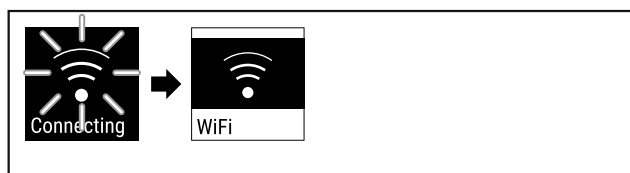

Fig. 85
- ▶ Ryšys užmezgamas (žr. Fig. 85).